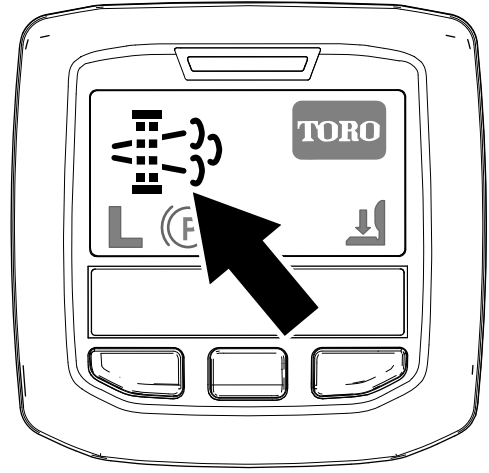

Figure 27
- L'icône de régénération en stationnement s'affiche dans l'InfoCenter (Figure 27).